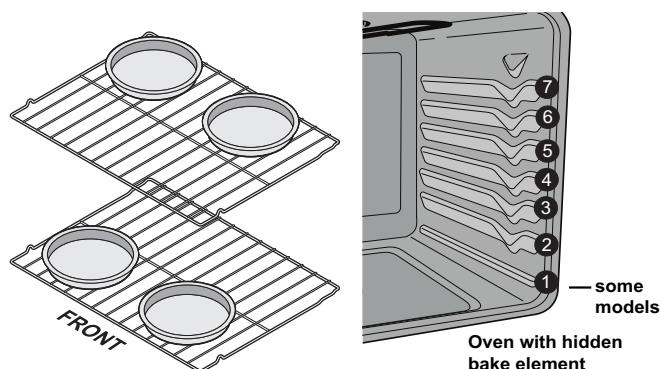

Figure 14 : Emplacement des grilles et des plats de cuisson
- Pour cuire sur deux grilles voir à les placer en position 3 et 5 et disposer les plats comme indiqué dans Figure 14.